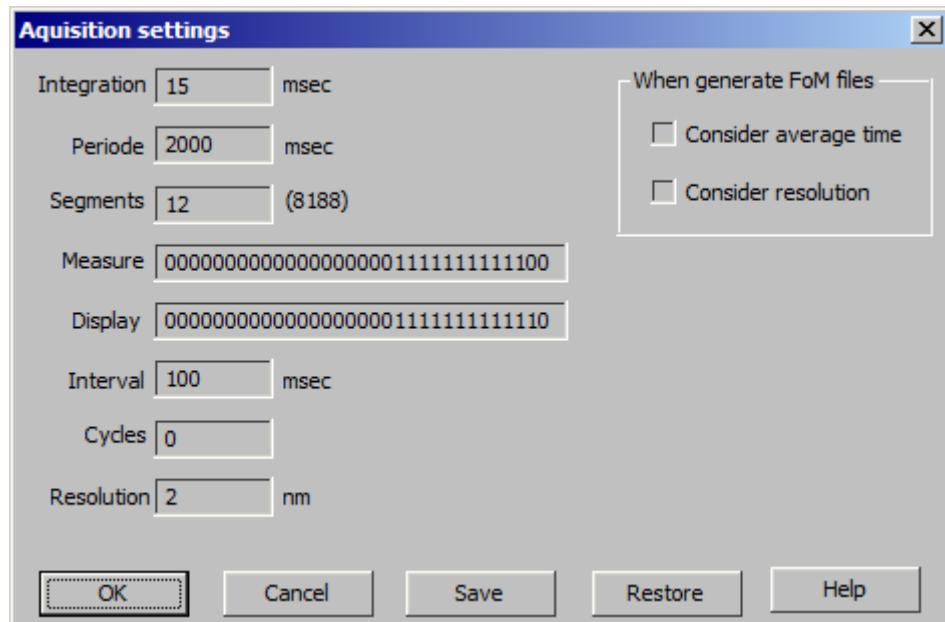

Fig. 6.6.17.3
- **Set** – Aşa cum s-a afirmat mai sus semnalul masurat de spectrometrul fotometrului GSM1101 este afectat de zgomotul spectrometrului. Ptr. a se micsora zgomotul se masoara mai multe spectre succesive după care se face media. Problema este că spectrele succesive nu sunt ptr. aceeași grosime (în special cand rata este relativ mare sau se evapora materiale în indici mari). De asemenei rezoluția spectrală a spectrometrului nu este infinită motiv ptr. care spectrele sunt afectate și de acest fenomen (similar cu masurarea unor filtre interferențiale de banda îngusta cu un spectrofometru cu largimea spectrală a fantei mai mare decât largimea spectrală a filtrului). Ptr. a corecta aceste fenomene prin apasarea butonului Set se crează fereastra din Fig. 6.6.17.3. Fereastra are următoarele campuri active: